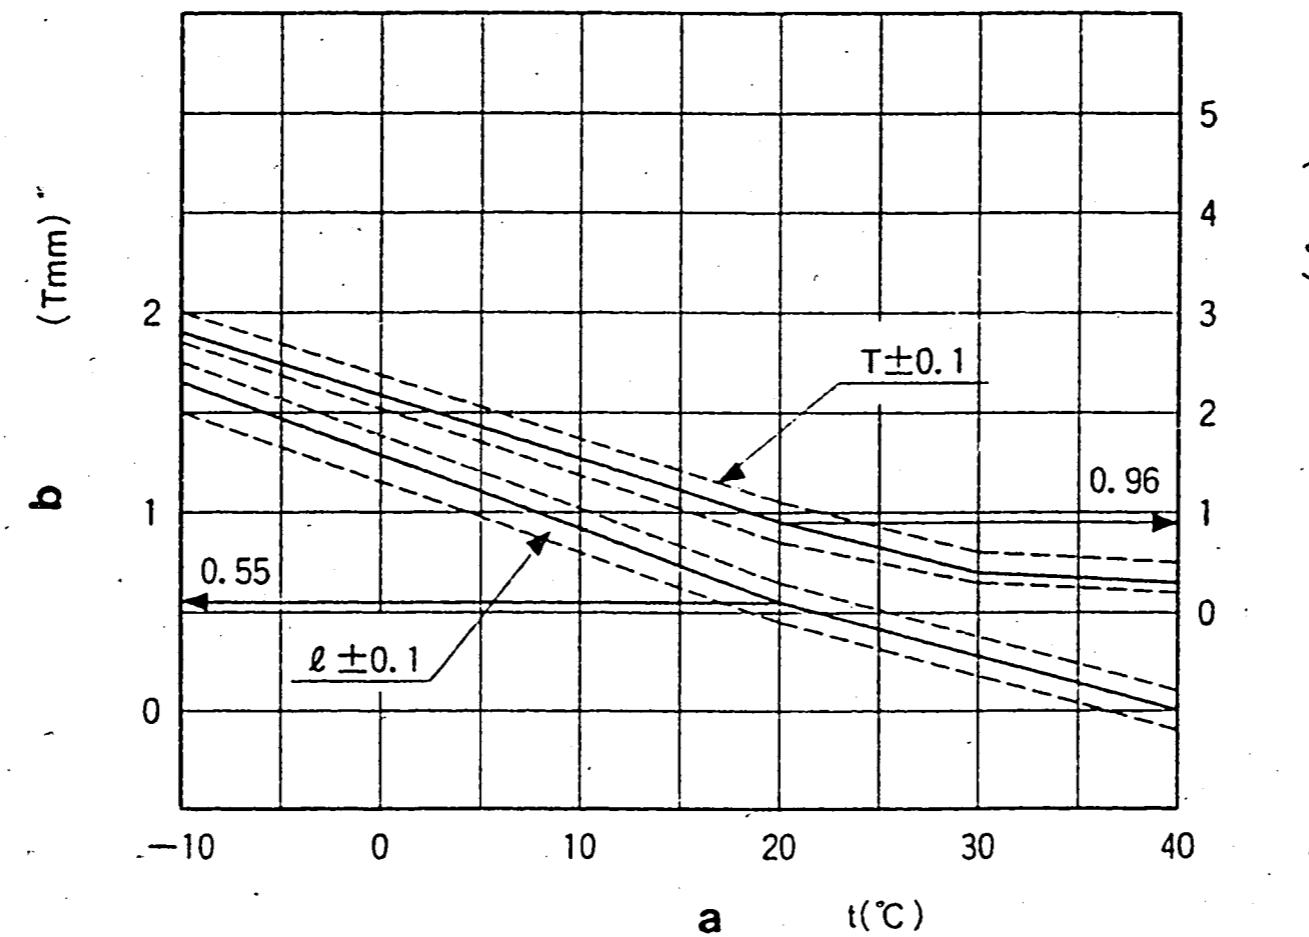

Bild 47
1) Verstellerweg aus Bild 47 (Diagramm) für die Lufttemperatur bei der Einstellung ermitteln.
- 1) Dicke  $l \pm 0,05$  mm des erforderlichen Parallelendmaßes (Abb. 47) entsprechend der Lufttemperatur bei der Einstellung entnehmen.